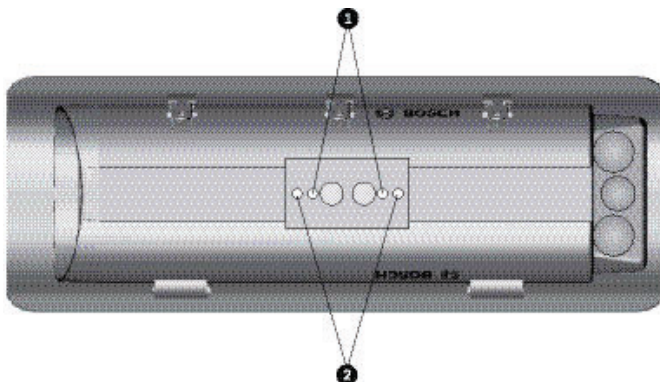

Figura 5.1 Furos roscados para montagem com ligações pela retaguarda ou para cablagem directa
2. Os orifícios de 1/4-20 mais exteriores servem para montar suportes directos e os orifícios de 1/4-20 mais interiores servem para montar todos os outros suportes e sistemas de rotação vertical/horizontal. Ver *Figura 5.1*.